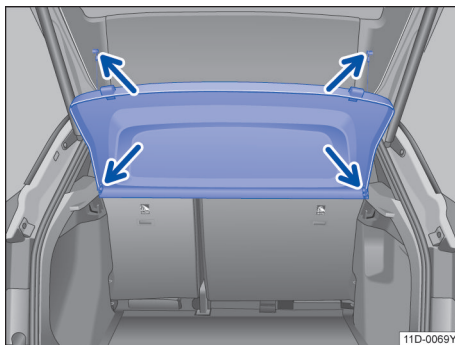

图 125 行李厢内：拆卸和安装行李厢盖板
- 将固定带从行李厢盖上摘下 → 图 125（上部箭头）。
- 从上方将行李厢盖板按压到侧托架内 → 图 125（下部箭头）。